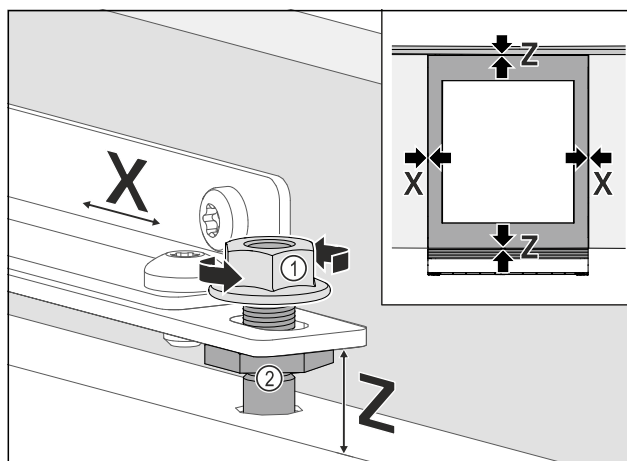

Fig. 102
- Kalusteoven kohdistaminen sivuttain: Avaa vastamutteri Fig. 102 (1), siirrä kalusteovea X:n suuntaan.
- Kiristä vastamutterit Fig. 102 (1).
- Kohdista kalusteovi korkeudeltaan Z:n ja sivuttaisen kaltevuuden mukaan: Säädä säätöpultit Fig. 102 (2).